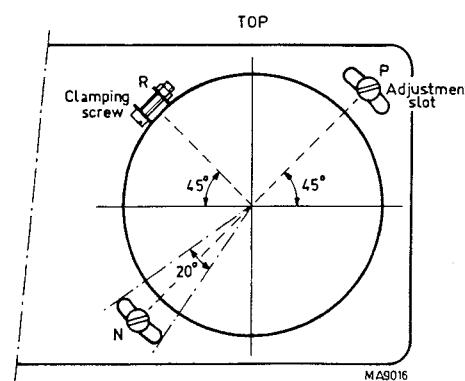

Abb. 2.10. Einstellung der Elektronenstrahlröhre
- Schrauben N und P hinter der Frontplatte lösen (siehe Abb. 2.10.).
- Klemmschraube R des Spannbands der Röhre lockern (Abb. 2.10.).